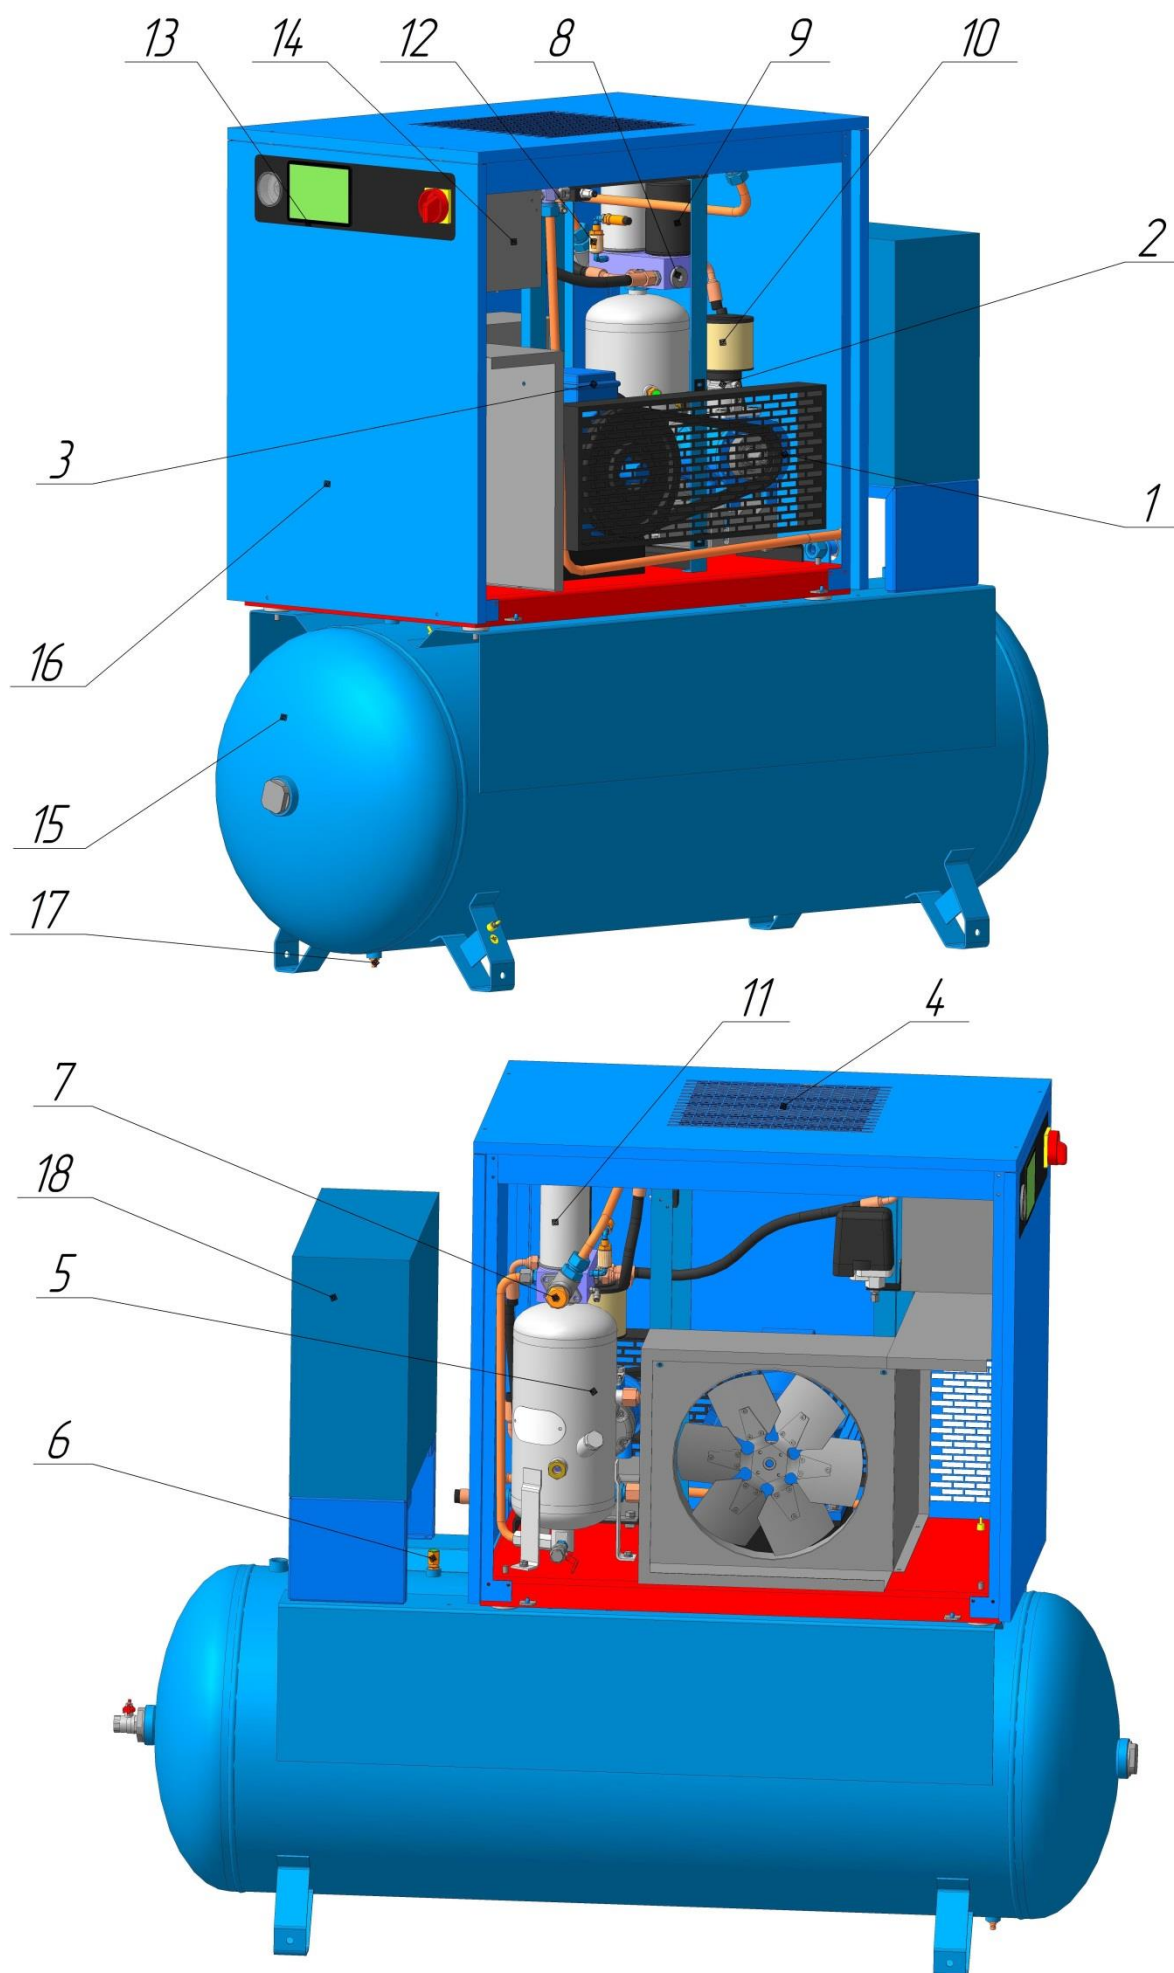

Рисунок 3 – Общий вид компрессорной установки (VK15T-...-500Д)
**18 –осушитель** (см. рисунок 3) предназначен для отделения влаги, содержащейся в сжатом воздухе.